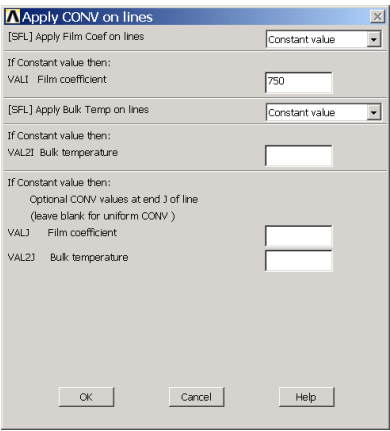
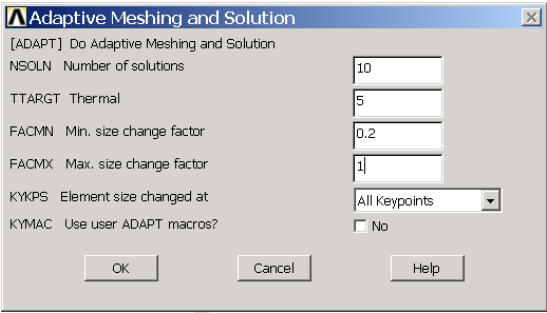

图4.87 定义边界条件
图4.88 自适应网格划分选项
(9) 单击 Main Menu>Preprocessor>Loads>Define Loads>Apply>Thermal>Convection>On Lines 菜单, 选择线 L2、L3 和 L4, 然后弹出如图 4.87 所示的对话框。在【Film coefficient】文本框中输入“750”, 单击【OK】按钮。
(10) 单击 Main Menu>Preprocessor>Meshing>Size Cntrl>SmartSize>Basic 菜单, 在弹出的对话框中, 选择【Size Level】下拉列表框的【Off】选项, 关闭 Smartsize 自动分网功能。
(11) 以上已经建立了模型并定义了边界条件, 下面就可以进行自适应网格划分了, 单击 Main Menu>Solution>Solve>Adaptive Mesh 菜单, 弹出如图 4.88 所示的对话框。在【Number of solutions】文本框中输入“10”, 表示循环 10 次; 在【Thermal】文本框中输入“5”, 表示误差控制在 5%; 在【Min. size change factor】和【Max. size change factor】文本框中分别输入“0.2”和“1”, 表示网格大小比例在 0.2 到 1 之间循环。然后单击【OK】按